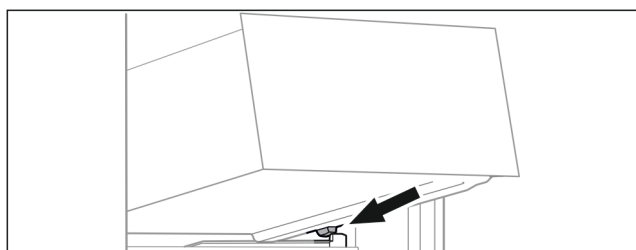

Fig. 96
- ▶ 将抽屉斜放在容器肋梁上的止动器后面。 (参见 Fig. 96)